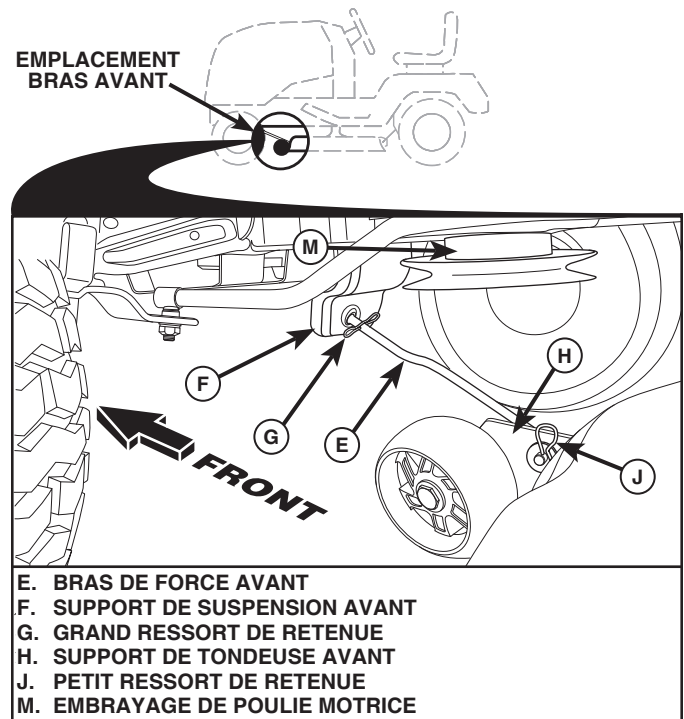

Fig. 14
## 8. ATTACHER LE BRAS AVANT (E) (Voir la Fig. 14)
- Depuis le devant du tracteur, insérer l'extrémité de la tige du bras avant (E) dans le trou dans le support de suspension avant du tracteur (F).
- Déplacer vers le côté gauche de la tondeuse et insérer un grand ressort de retenue (G) dans le trou devant le bras (E) derrière le support de suspension avant (F).
- Insérer une autre extrémité du bras (E) dans le trou dans le support avant de la tondeuse (H) et fixer avec une rondelle et un petit ressort de retenue (J).